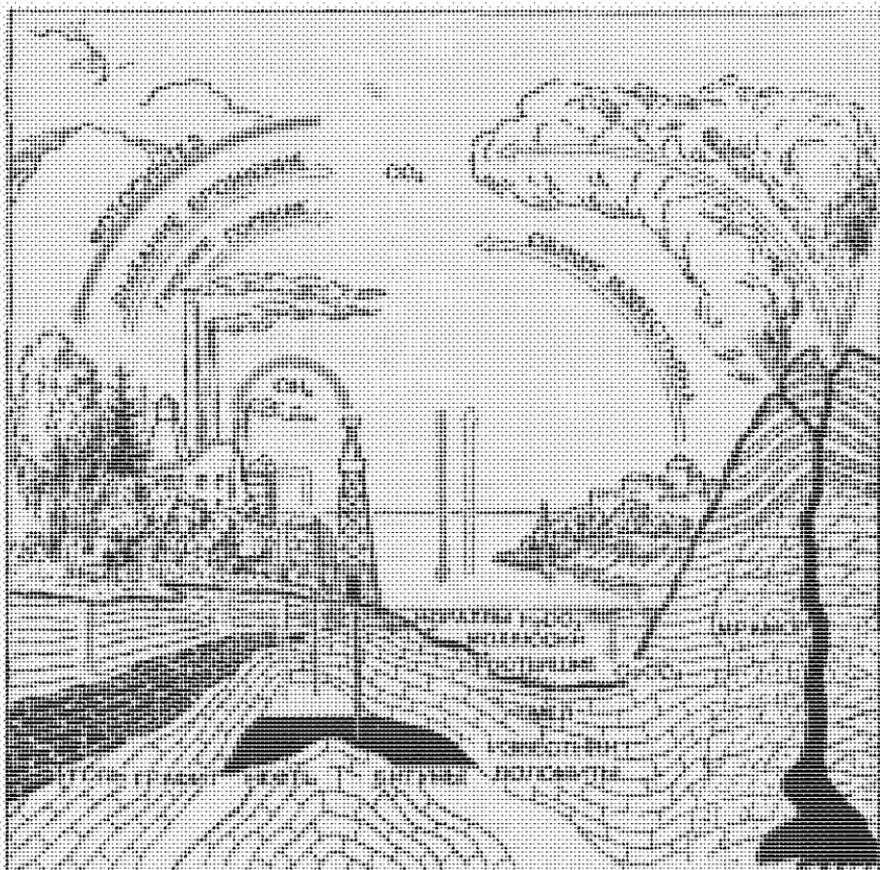

Рис. 113. Круговорот углерода в природе.
ческие вещества разрушаются при сгорании топлива, при дыхании и гниении. Вместо них образуются более простые вещества, в том числе оксид углерода (IV). Оксид углерода (IV) выделяется также в процессах разложения некоторых неорганических веществ, например при обжиге известняка. Однако его количество в атмосфере увеличивается очень медленно1. Это объясняется тем, что оксид углерода (IV) участвует в фотосинтезе и атомы углерода снова переходят в состав органических веществ растительного мира. Многие из них употребляются в пищу животными и человеком. В результате разложения без доступа воздуха остатков дренных животных и растений образовалась нефть, а из растительных остатков — каменный уголь и торф. Так происходит непрерывный круговорот углерода в природе (рис. 113).